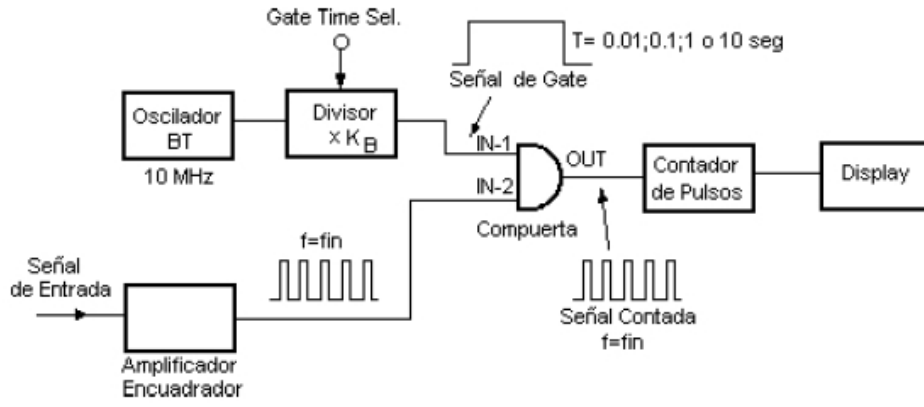

Figura 2: Esquema de bloques de un contador convencional en modo medición de frecuencias.
En la *Figura 2* se muestra el diagrama en bloques básico del contador en este modo. El oscilador de la base de tiempos (BT) genera una señal de 10MHz, con una elevada estabilidad. Esta señal se aplica a un circuito divisor, de tal forma que a la salida se obtiene un pulso rectangular cuya duración es de 0.01, 0.1, 1 10 segundos según sea seleccionado por el control *GATE TIME*. A la señal de entrada, para eliminar ruidos que pueden causar una lectura errónea, se la transforma en una señal cuadrada. Para esto se la pasa por un disparador de Schmitt. Este disparador cuenta con un límite máximo de tensión y otro límite mínimo, y cuando la señal sobrepasa el máximo, o pasa por debajo del mínimo, la señal de salida (del disparador de Schmitt) varía. Un detalle importante es que los límites de tensión se pueden variar, por la razón de que puede darse el caso en el que la señal de entrada no supere los límites establecidos, de manera tal que no se llegue a formar una señal. Este pulso se aplica a la entrada IN-1 de la compuerta principal. El funcionamiento de la compuerta es tal que la señal de IN-2 se trasladará a la salida toda vez que IN-1 esté en estado alto. De este modo la entrada del contador de pulsos interno irá incrementando el número de cuentas acumuladas mientras la señal de gate este en estado alto.